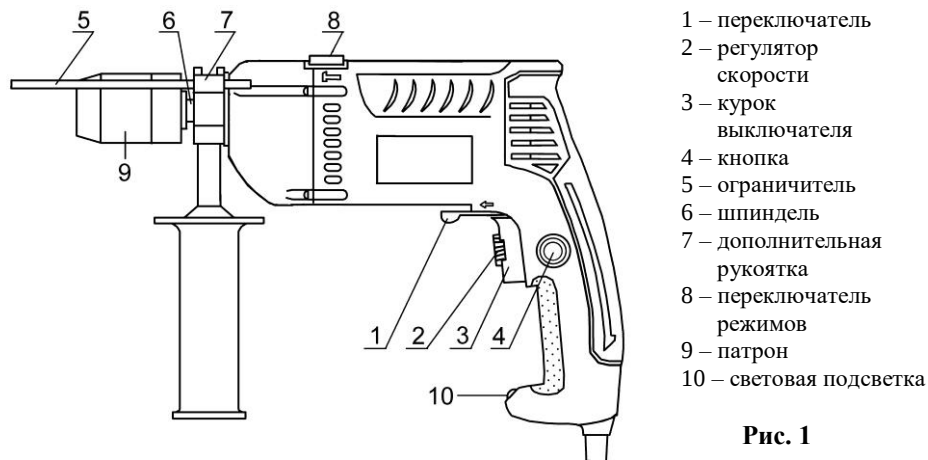

Рис. 1
4.1. Устройство машины изображено на рис. 1